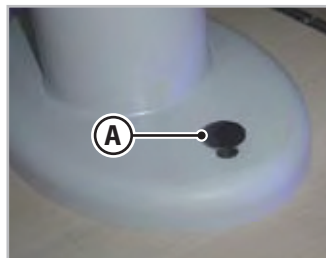

Fig. 6.25 - Gamba telescopica
1. Premere con il piede il pulsante (A - Fig.6.25) situato alla base del tavolo.